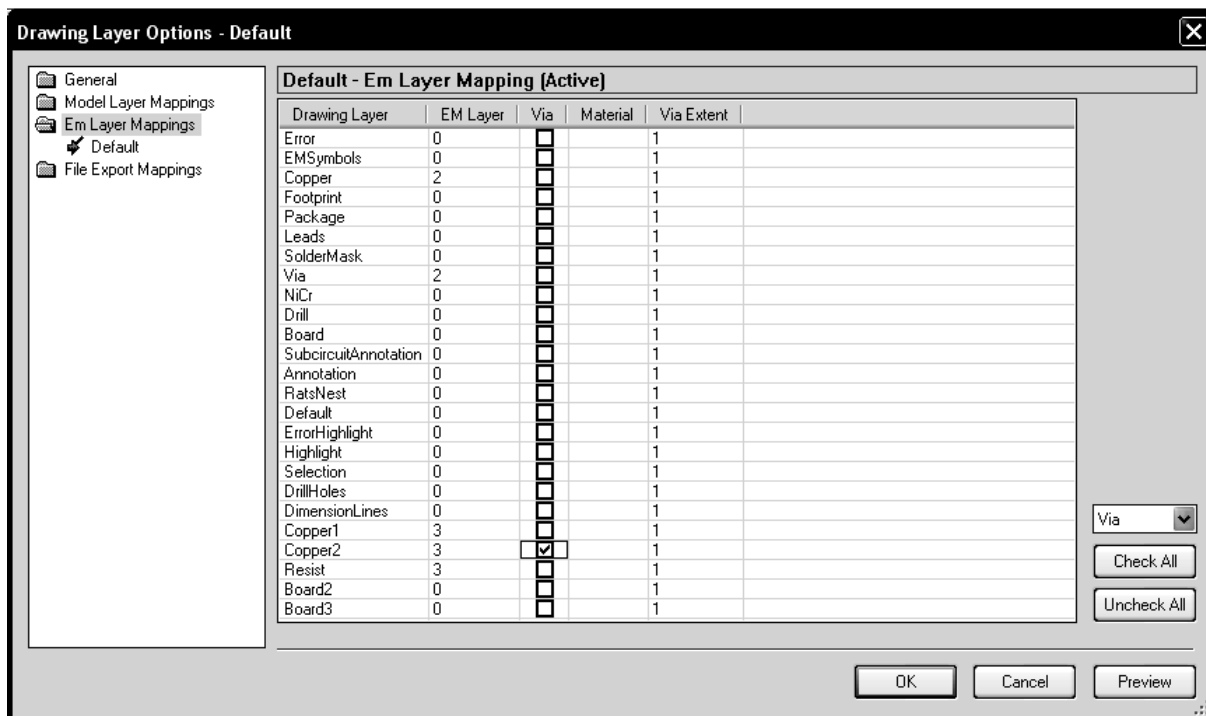
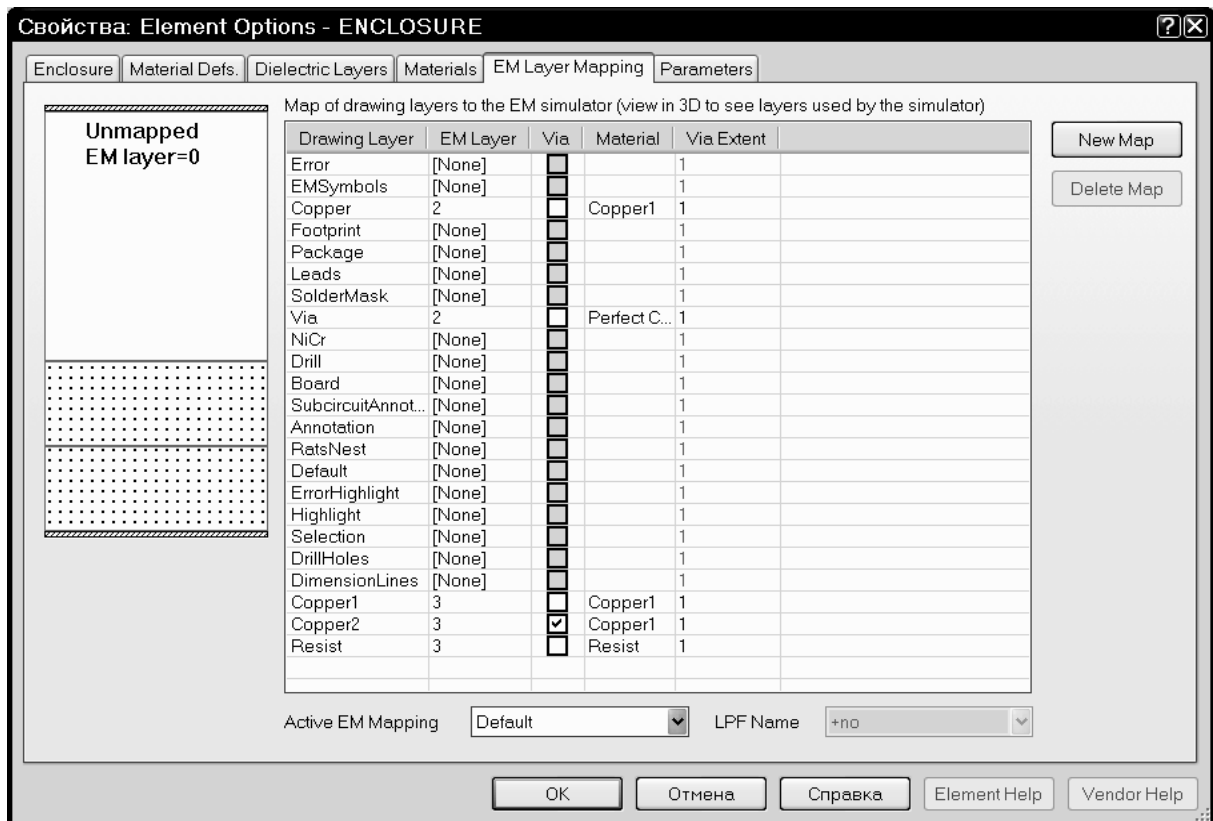

Рис. 5.79
Рис. 5.83
6. По умолчанию для слоя черчения **Copper** установлен второй слой диэлектрика. Оставьте эту установку без изменения. Для вновь установленных слоёв черчения слои диэлектрика не определены. Для слоёв **Copper1**, **Copper2** и **Resist** определите третий слой, введя **3** в столбце **EM Layer**, для слоёв **Board2** и **Board3** в этом столбце введите **0** (рис. 5.79). Для слоя **Copper2** отметьте столбец **Via** (Межслойный переход).
7. На вкладке **EM Layer Mapping** устанавливается соответствие слоёв черчения и слоёв диэлектрика. Это соответствие мы уже установили выше (рис. 5.79), однако здесь дополнительно устанавливается соответствие между слоями и материалами. В столбце **Material** для слоя **Copper** введите материал **Copper1**, щёлкнув мышкой по этому столбцу в строке **Copper**. Для слоёв **Copper1** и **Resist** введите соответственно материалы **Copper1** и **Resist**. Для слоя **Copper2** выделите материал **Copper1** и отметьте **Via** (рис. 5.83).